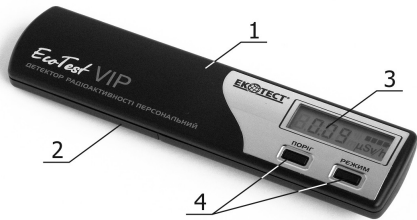

Рисунок 1 – Загальний вигляд детектора
Детектор виконаний в плоскому довгастому округленому пластмасовому корпусі. Корпус (рисунок 1, 2) складається з верхньої (1) та нижньої (2) накривок. У правій частині верхньої накривки (1) детектора розташовано панель індикації (3), ліворуч і праворуч під нею - дві кнопки (4) управління роботою детектора.